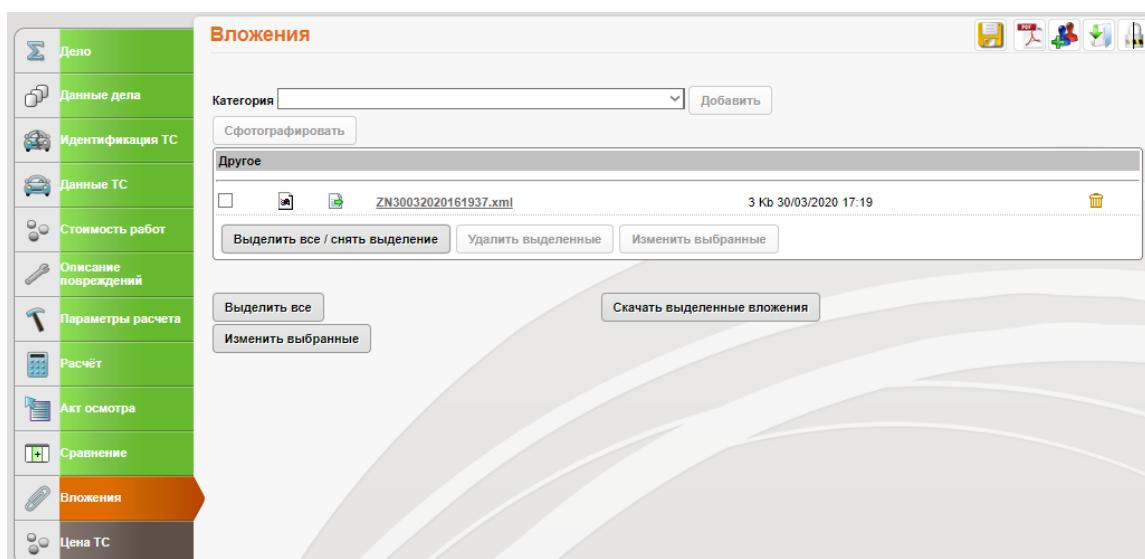

Рис. 25. Дело в Аудатэкс; к делу прикреплена выгрузка заказ-наряда в формате .xml
- Выгрузить заказ-наряд** – из базы данных Альфа-Авто будет выгружен заказ-наряд в формате .xml; файл будет прикреплен к делу Аудатэкс на закладке "Вложения" (Рис. 25);